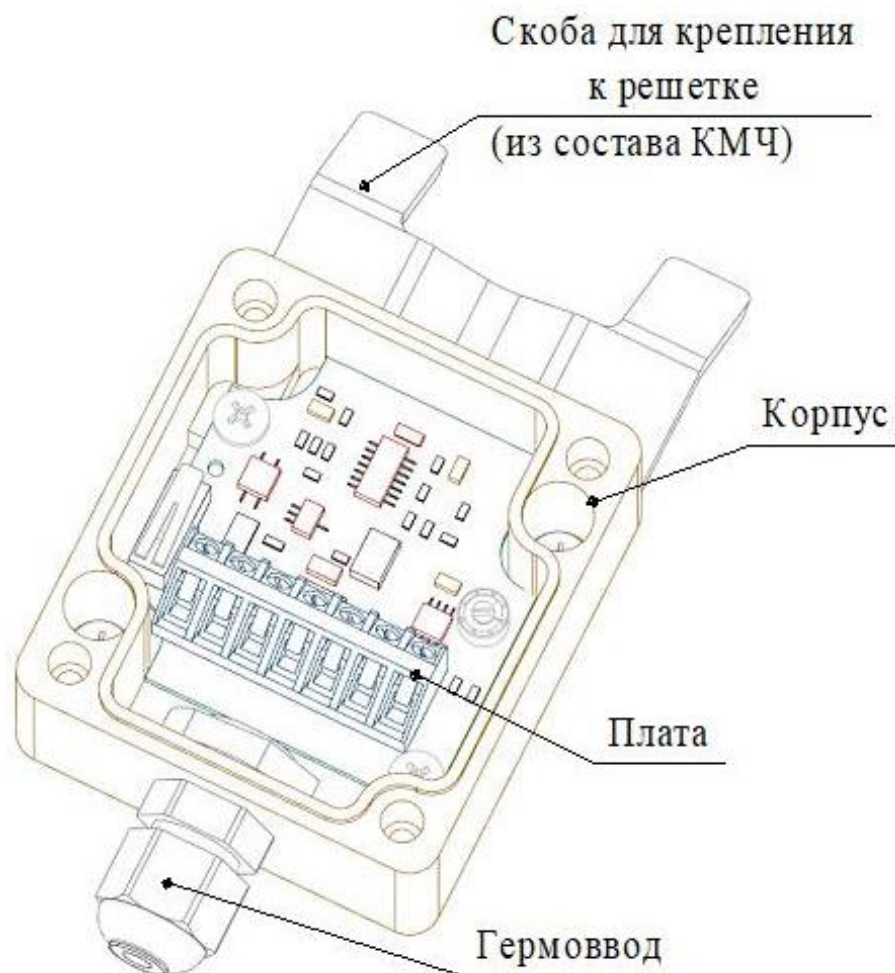

Рисунок 1.1 – Конструкция извещателя (крышка не показана)
1.4.1.1 Извещатель конструктивно выполнен в виде одного блока (см. рисунок 1.1) и состоит из алюминиевого корпуса, в который установлена печатная плата с элементами, корпус герметично закрывается алюминиевой крышкой.